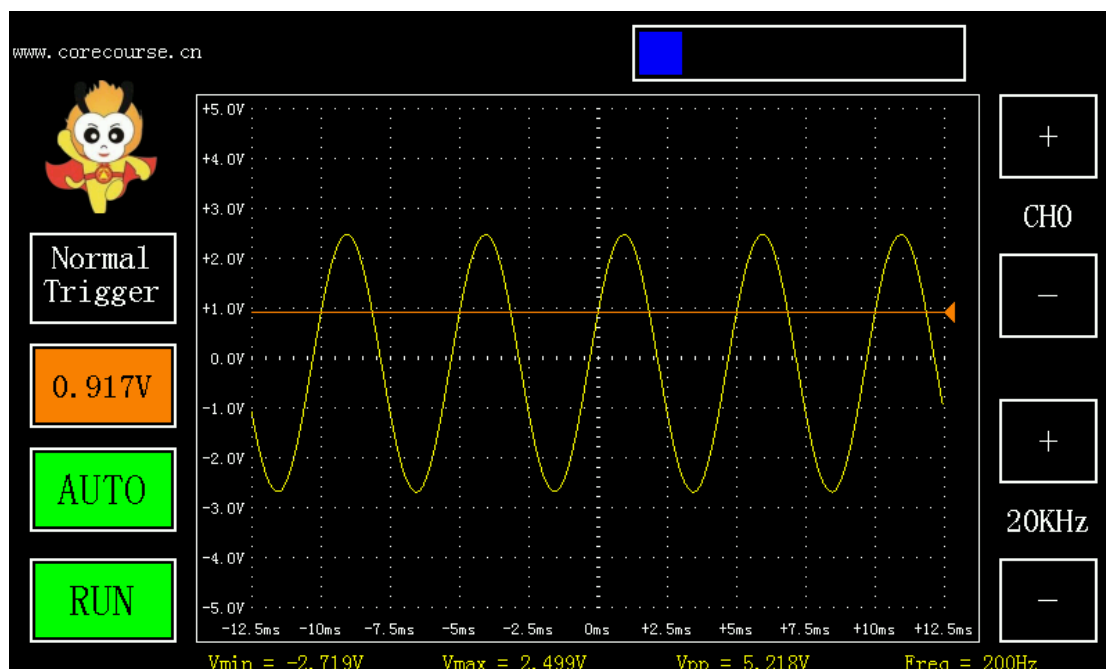

图 1-31 普通触发示意图
2. 普通触发：触发值由用户自己选择。如下图 1-31，点击触发模式切换按钮，切换到普通触发模式，然后设置触发电压为 0.917V，可以看到波形触发点变为 0.917V。